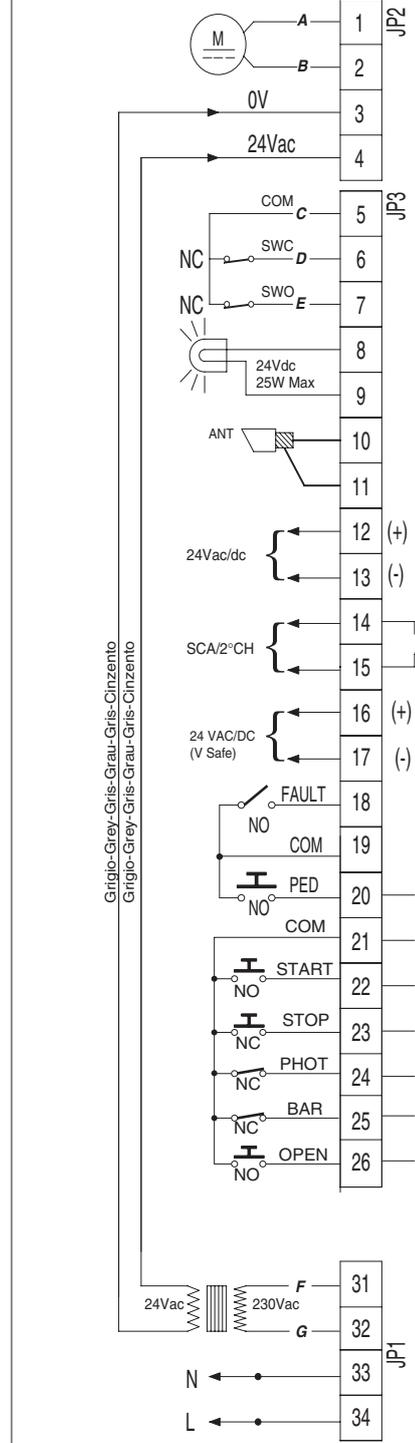

Fig. 18
- Aferre o manípulo de desbloqueio e gire-o no sentido horário (fig.18) até a sua paragem. Deste modo torna-se livre o pinhão permitindo-se assim, a abertura manual do portão.